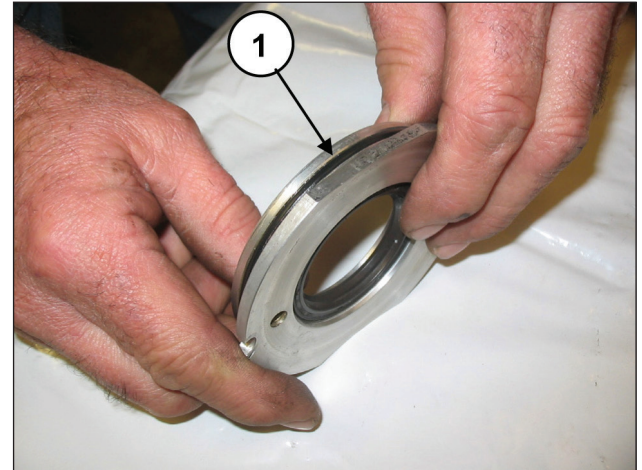
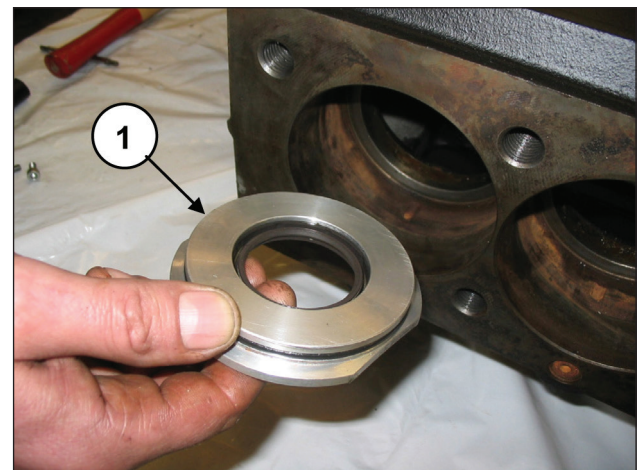

Fig. 175
Fig. 176
Positionner le joint torique (rep. ①, Fig. 175) dans le logement du carter d'huile et installer le groupe monté à l'intérieur du carter dans le boîtier spécial (rep. ①, Fig. 176).